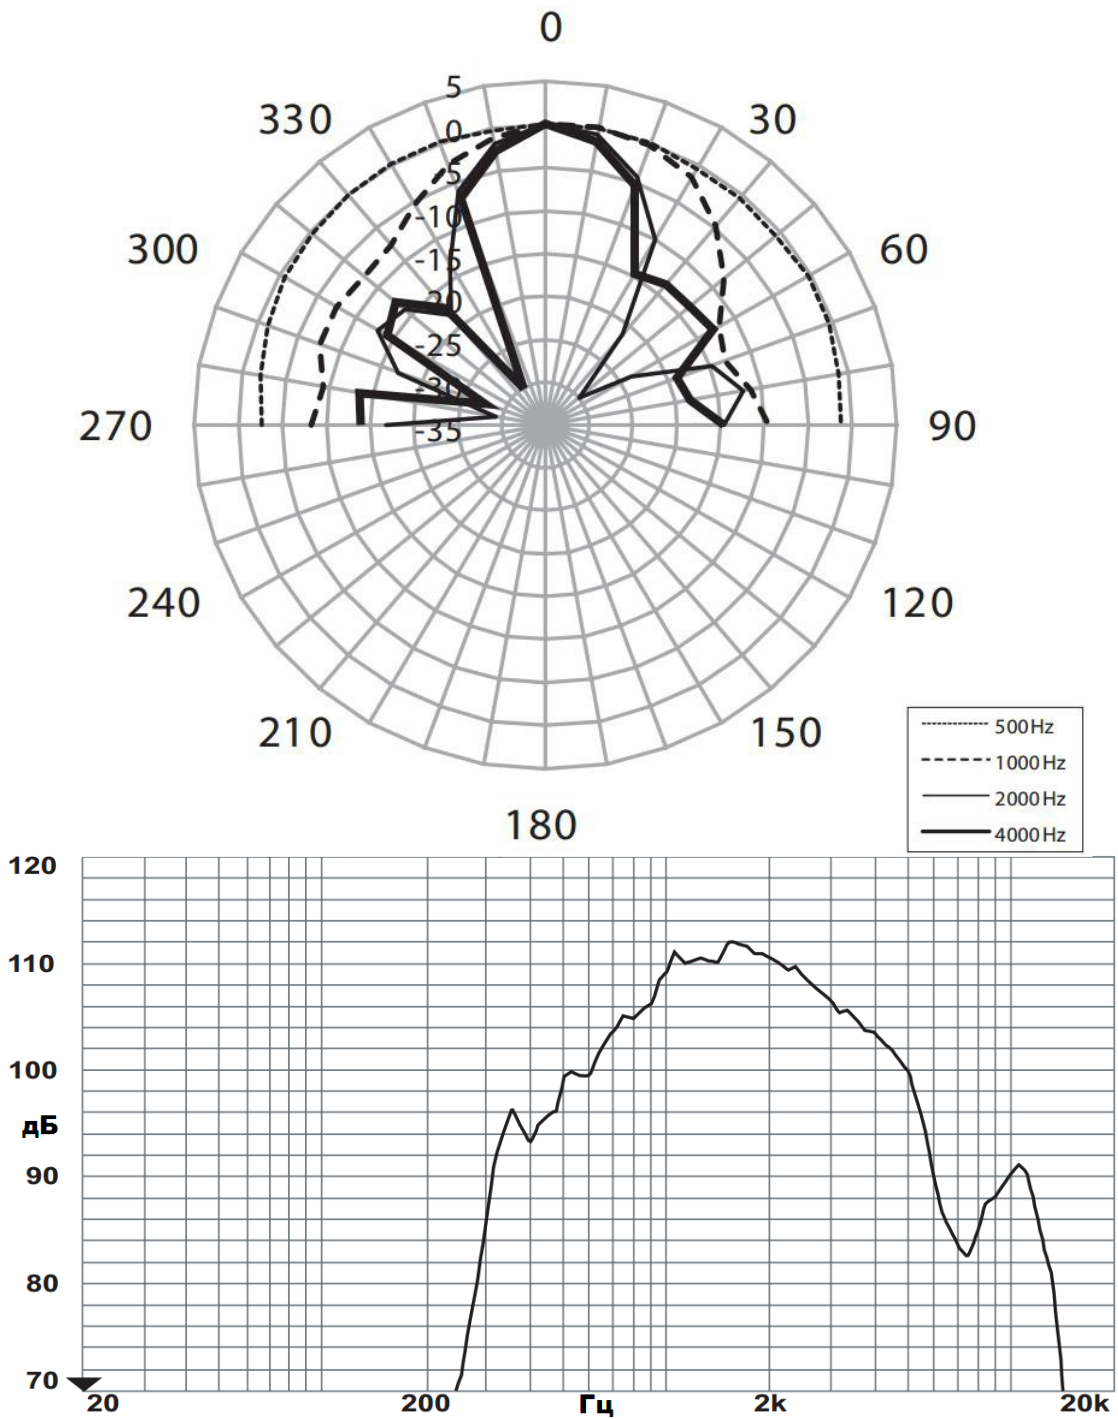

Рисунок 7 – Диаграмма направленности и амплитудно-частотная характеристика ГВР-Ехd-10, РЗОР-Ехd-10, ГВР-Ехd-20, РЗОР-Ехd-20
- при трубной разводке, трубная муфта навинчивается непосредственно на штуцер с резьбой G1/2 или G3/4, рис. 7.